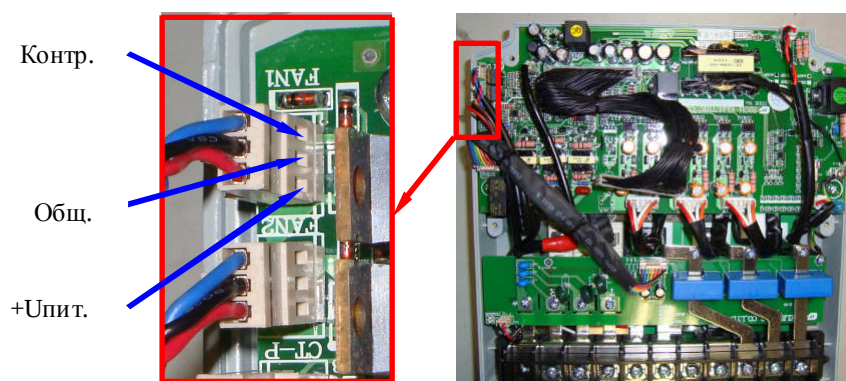

Рис. 4.18.
4.12.3. **Отсоединить** разъем вентилятора от платы драйверов и проверить его вращение, подав напряжение ≈ 24 В от источника питания (п.3.4.2) на разъем вентилятора между контактами +Упит и Общ. (рис.4.18). При отсутствии вращения – вентилятор заменить (п. 5.5).
4.12.5. В случае появления сообщения об ошибке «ОН2» поочередно измерить напряжение на разъемах FAN 1, FAN 2 между выводами Общ. и Контр. при работающих вентиляторах (рис. 4.18).